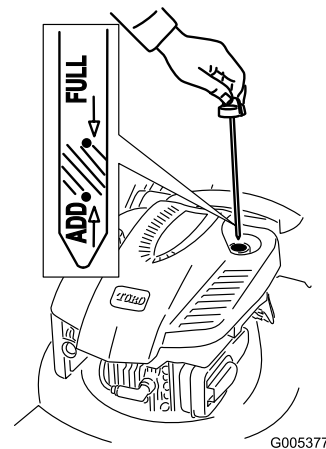

Bild 6
1. Ziehen Sie den Peilstab heraus (Bild 6).
2. Füllen Sie das Öl **langsam** in den Einfüllstutzen ein, um den Ölstand auf die Marke **Voll** am Peilstab anzuheben. **Bild 6 Füllen Sie nicht zu viel ein.** (Max. Füllstand: 0,59 l, Typ: Waschaktives SAE 30-Öl mit der Klassifizierung SF, SG, SH, SJ, SL)
1. Nehmen Sie den Peilstab heraus und wischen Sie ihn ab. Stecken Sie ihn dann ganz ein (Bild 6).
2. Nehmen Sie den Peilstab heraus und prüfen Sie den Ölstand (Bild 6). Wenn der Ölstand unter der **Nachfüll**-Marke ist, gießen Sie **langsam** Öl in den Einfüllstutzen, um den Ölstand auf die **Voll**-Marke am Peilstab anzuheben. **Füllen Sie nicht zu viel ein.** (Max. Füllstand: 0,59 l, Typ: Waschaktives SAE 30-Öl mit der Klassifizierung SF, SG, SH, SJ, SL oder höher durch das American Petroleum Institute (API).